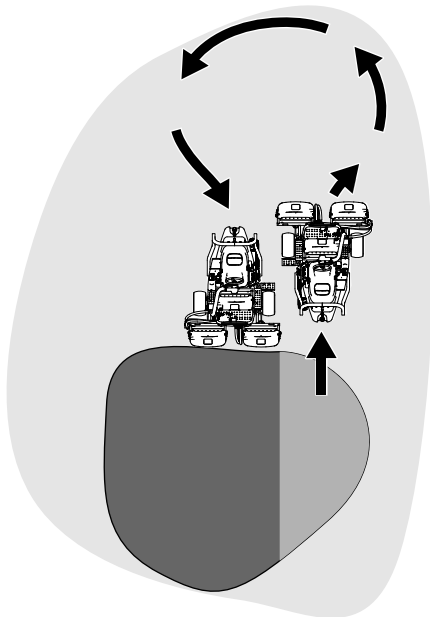

図 27
- Uターンするとき、一旦反対側にハンドルを切ってから旋回すると、楽に、しかも効率良く回ることができて次の列そろえが楽になります。反対側に軽く振ってから旋回すると雨だれ形の旋回 **図 27** になって、スムーズに次の列に入ることができます。